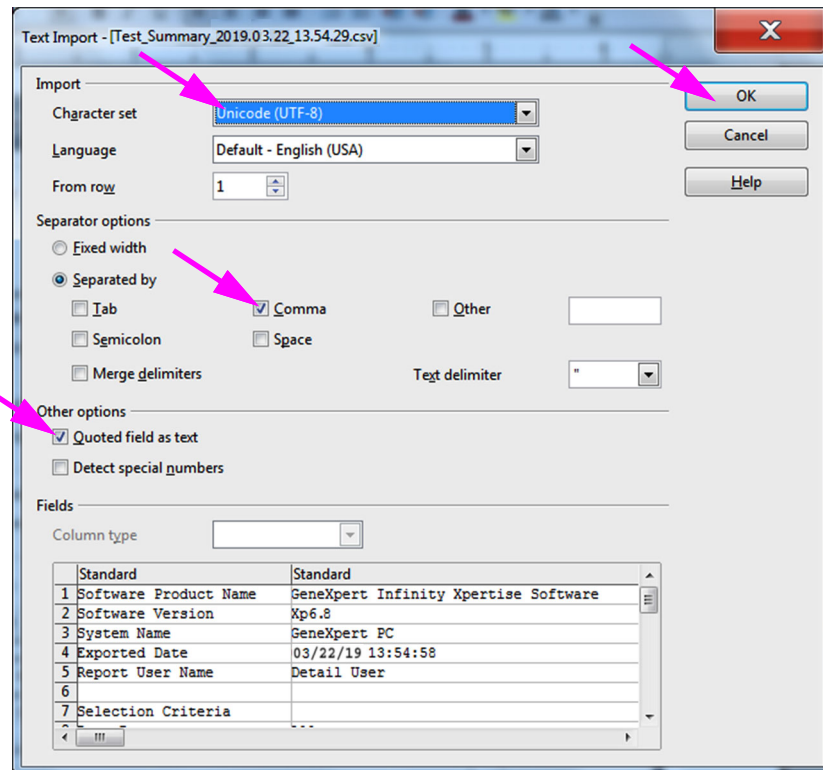

図 C-5. 新たな設定を選択したテキストのインポート画面
7. **セパレータオプションの場合 (図 C-5 を参照)：**